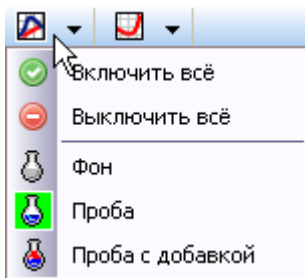

Рис. 3.8. Меню вкл/выкл. остаточного тока
- Кнопка  позволяет отображать/скрывать кривые остаточного тока индивидуально для каждой вольтамперограммы (Рис. 3.8).